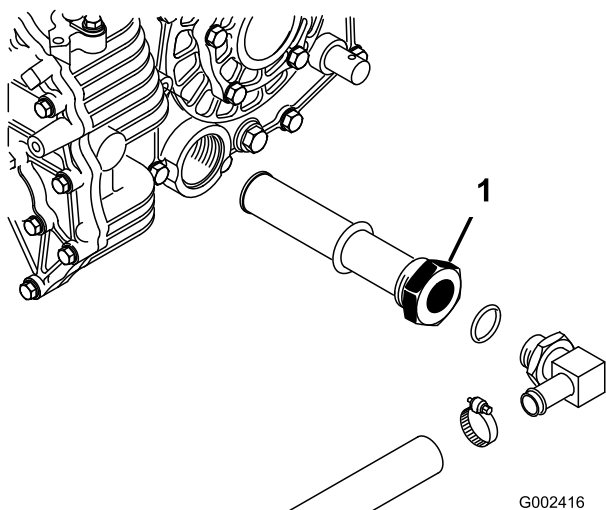

Figura 73
3. Annotatevi l'orientamento del flessibile idraulico e del raccordo a 90° collegati al filtro sul fianco del serbatoio (Figura 73). Togliete il flessibile idraulico ed il connettore a 90°.